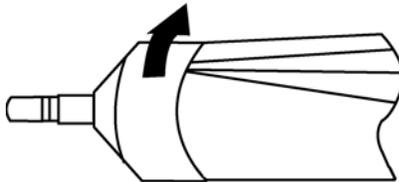

Abbildung 3: Entfernen des Sondennasenkonus
2. Drehen Sie den Nasenkonusteil der Sonde gegen den Uhrzeigersinn, bis der Nasenkonus vollständig von der Sonde getrennt ist (Abbildung 3).